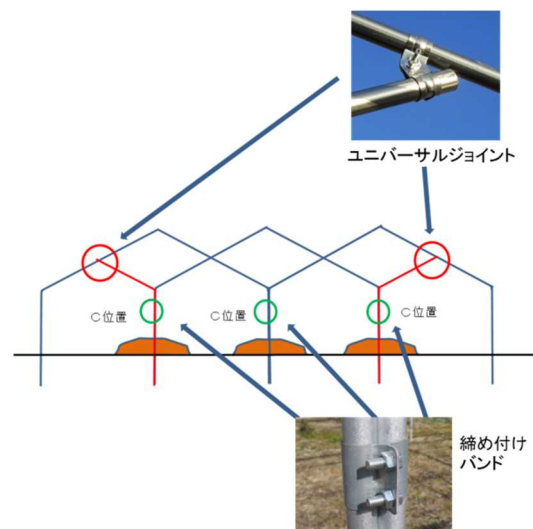

図20 ユニバーサルジョイントと締め付けバンドの使用
③アーチパイプ同士の固定
- ・ ②のアーチパイプを埋め込み、ユニバーサルジョイントで①のアーチパイプと固定する。
- ・ 同一カ所に埋め込んでいる 2 本のアーチパイプを C 位置で締め付けバンドを使って結束する。(図 20)